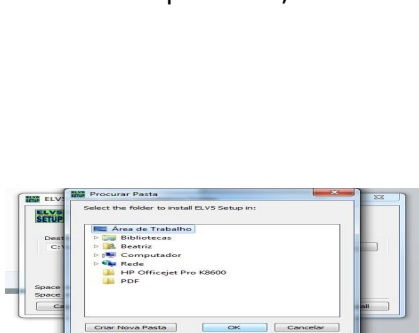

Imagen 01
4. Haga clic en el icono "Abrir" y seleccione el archivo de instalación, haga clic 2 veces (imagen 01)